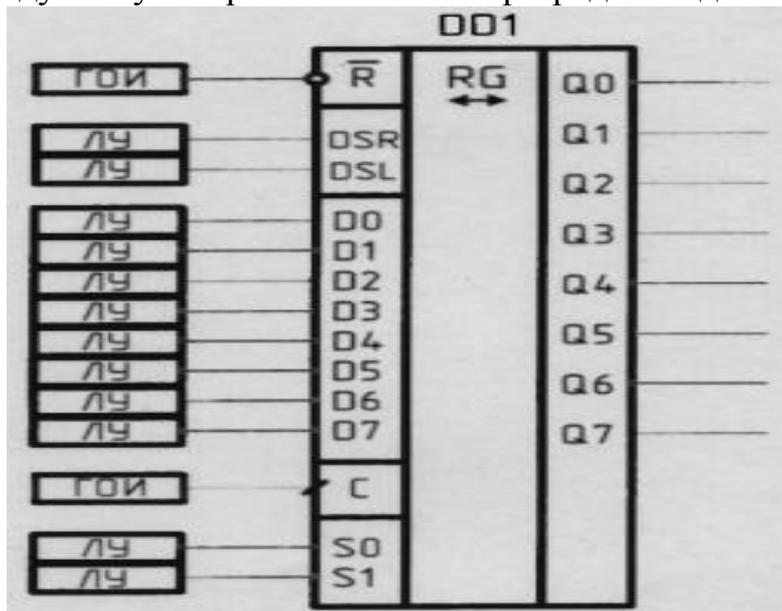

Рис. 1. Исследование последовательного регистра К155ИР13
- исследуется универсальный восьмиразрядный сдвиговый регистр (рис. 1);
- продемонстрируйте работу сдвигового регистра (рис. 1) во всех возможных режимах работы в последовательности, заданной преподавателем; нарисуйте временные диаграммы работы регистра для заданного примера;